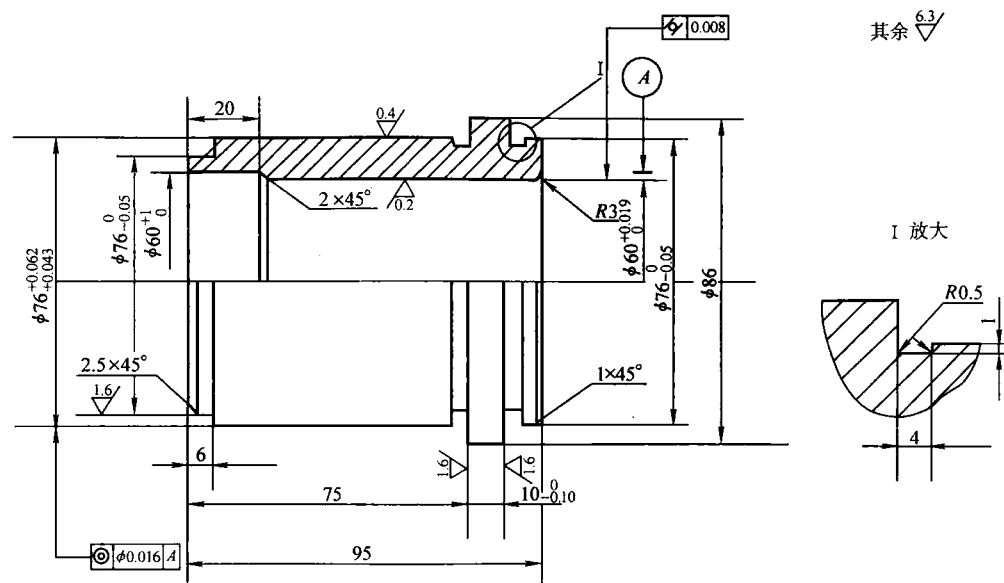

图 2—2 导套零件图
7. 导套零件图如图 2—2 所示, 试编写其加工工艺过程。